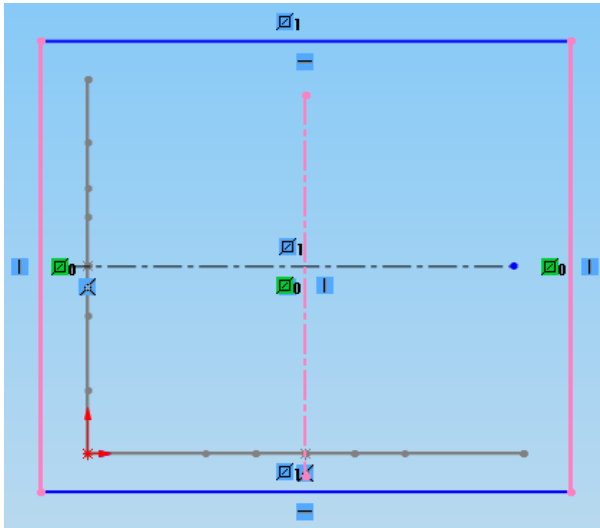

Bild 2.36: Die Rechteckseiten werden paarweise symmetrisch zur Mitte definiert. Der Volumenkörper ist hier ausgeblendet, die Skizzen wurden eingeblendet.
- Ziehen Sie nun ein *Rechteck* außen um die Grundfläche herum (Bild 2.36).